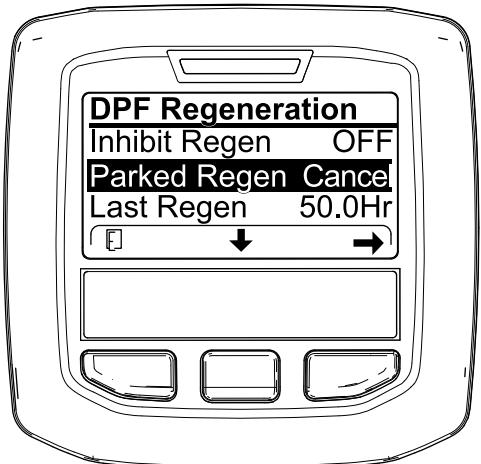
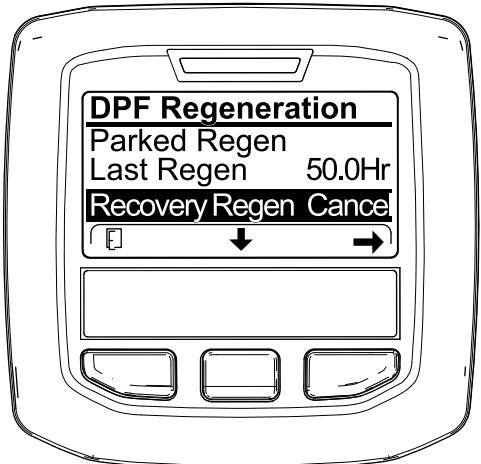

Figura 52
Figura 53
1. Accedete al menu DPF Regeneration (Figura 52).
2. Premete il pulsante centrale per scorrere il menu verso il basso fino all'opzione PARKED REGEN CANCEL (Figura 52) o all'opzione RECOVERY REGEN CANCEL (Figura 53).
3. Premete il pulsante destro per selezionare la voce Cancel relativa alla rigenerazione (Figura 52 o Figura 53).